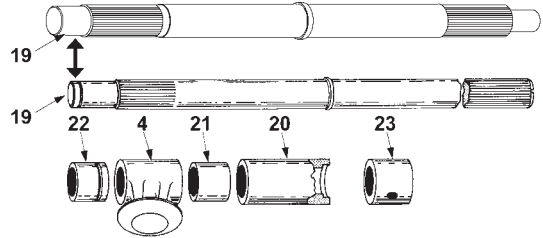

Figura 9
- B. Coloque el cuerpo de la válvula (1) sobre una superficie plana de modo que el asiento esté abajo.
- C. Cubra el buje guía inferior (22) con el lubricante recomendado e insértelo en el cuerpo.
Nota: La ranura en el buje guía (22) debe estar hacia el centro del cuerpo. Consulte la Figura 9 para ver la secuencia de montaje correcta. Si el eje (19) tiene el diseño anterior es posible que tenga un surco circular; si es así, instale el anillo de retención (18).